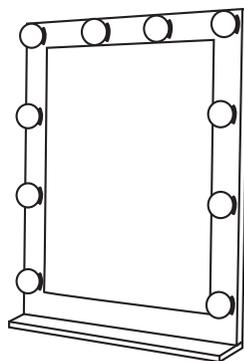

Рисунок 2
- Далее, снимая второй защитный слой с крепежных стикеров, поочередно закрепите все светильники по периметру зеркала на желаемом удалении друг от друга, начиная с нижнего края (рисунок 2).